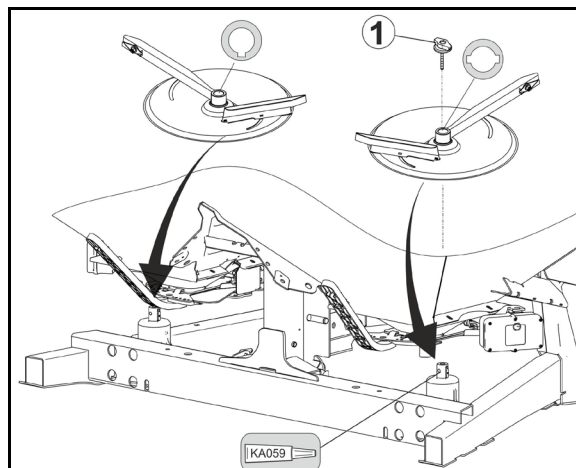

Рис. 69
1. Відкрутіть гайку з лапками (Fig. 69/1).